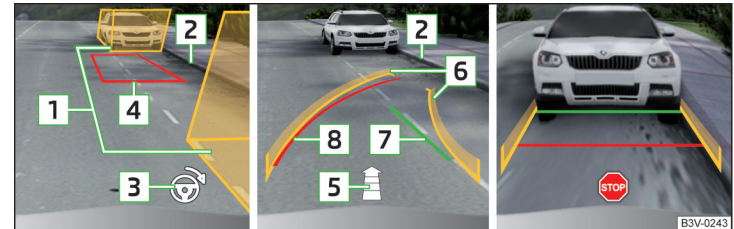

Abb. 281 Bildschirmanzeige
- › Das Fahrzeug so anhalten, dass sich kein Hindernis in der Lücke zwischen den Hilfsboxen **1** » Abb. 281 befindet und die hintere Box nicht über die seitliche Begrenzung der Parklücke (z. B. Bordstein) **2** hinausreicht.